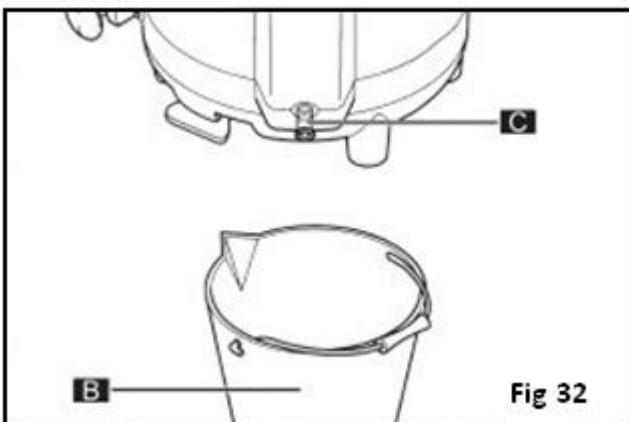

Fig 32
- Coloque un contenedor (B) de más de 3 litros de capacidad bajo la boquilla de purgado (C)
- Utilice una moneda o una llave Allen para desenroscar el tapón del purgador (C)
- Tire firmemente del tapón (C) y espere a que el depósito se haya vaciado por completo (Fig. 32)